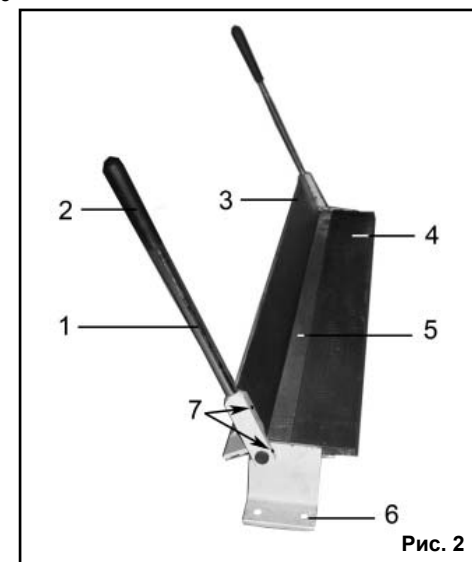

Рис. 2
## 5. УСТРОЙСТВО (Рис.2)
## 7. МОНТАЖ (Рис.2)
Как показано на Рис. 2, установите ручки (1), положение зафиксируйте винтами крепления (7).